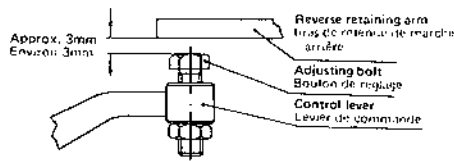

Fig. 5-9
- (1) Lorsque le levier de changement de vitesse principal se trouve à NEUTRAL (point mort), le jeu latéral entre le bras de retenue de marche arrière et le levier doit être réglé à 3 mm à l'aide du boulon de réglage. (Fig. 5-9)